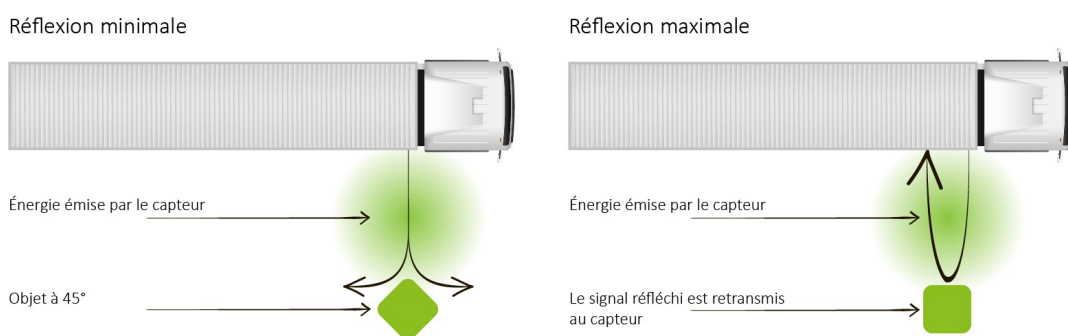

Fig. 1 : Énergie réfléchie du capteur radar
- Angle - une surface plate d'un objet, perpendiculaire au capteur, réfléchit plus d'énergie qu'un objet incliné. L'exemple illustré à la fig. 1 démontre à quel point un angle peut influencer l'énergie retransmise.